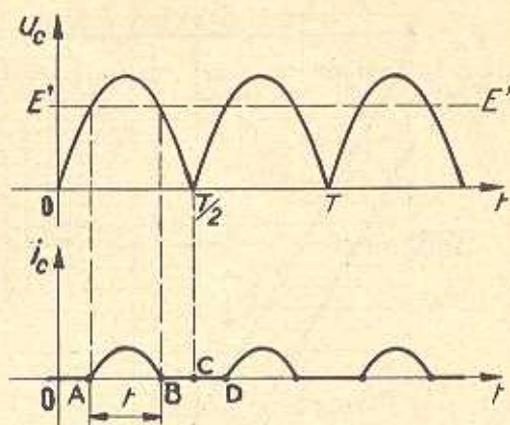

FIG. 8.
b) *Forme de courant redressé (fig. 8).*
En effet, le pont ne débite que lorsque la tension instantanée  $u_c$  qu'il fournit dépasse la f. c. é. m.  $E'$  (fig. 8).
Le temps de conduction  $t = AB$  (fig. 8) est mesuré à l'oscillographe :